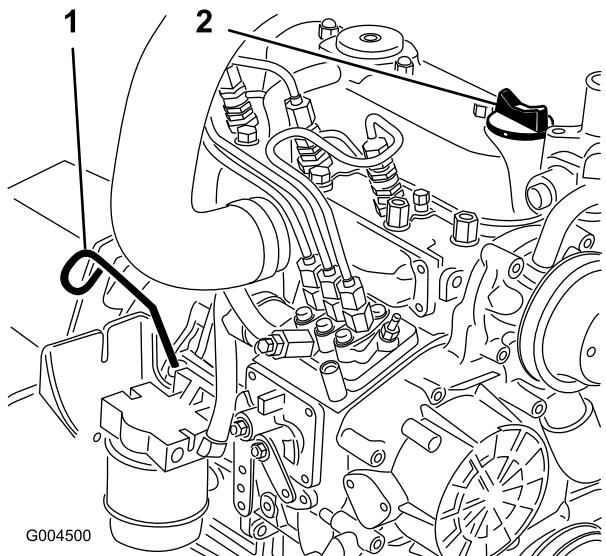

図 45
2. ディップスティック (図 45) を抜き取り、付いているオイルをウェスで拭きとつてもう一度差し込む。引き抜いて油量を点検する。
3. 不足している場合は、キャップ (図 45) を取り、Full 位置までオイルを補給する。